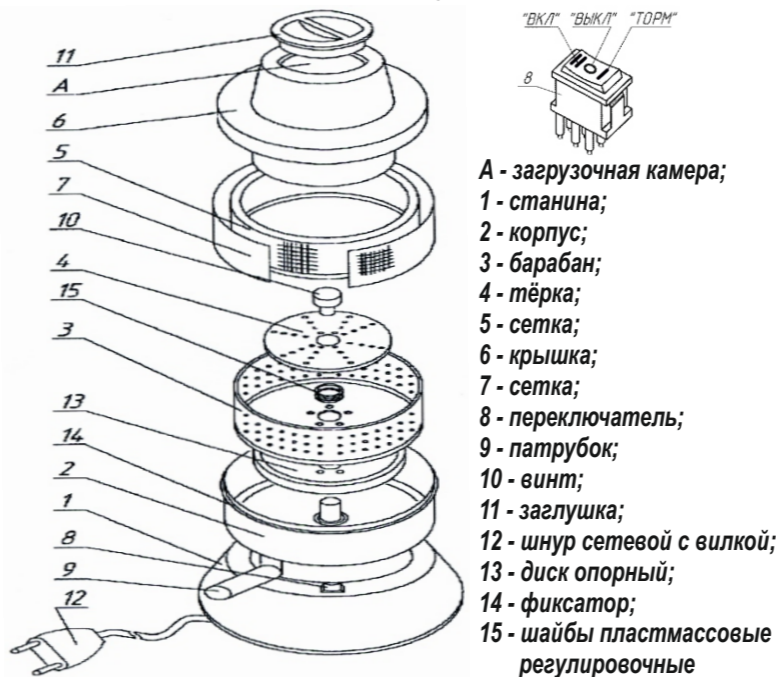

Рисунок 1 - соковыжималка электрическая бытовая в разобранном виде
5.1 Соковыжималка (рисунок 1) состоит из: